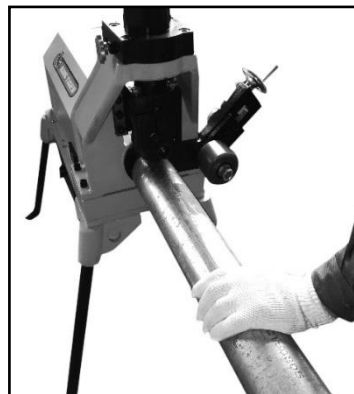

Рис. 2
5. Короткая длина трубы (менее трех футов) может потребовать небольшого давления для поддержания величины смещения. (Рис.2)